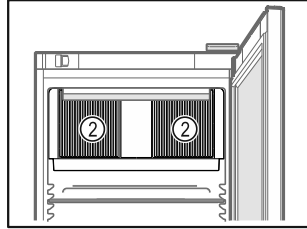

Fig. 71
- Pidä sisätilassa olevan kiertoilmapuuhaltimen tuuletusraot Fig. 71 (2) vapaina.